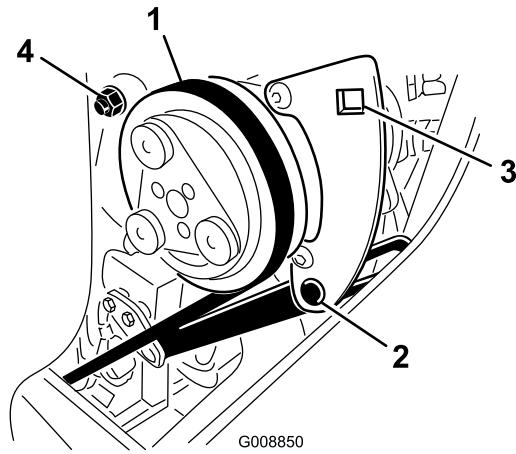

Figura 75
1. Afloje el perno de pivote y el perno de ajuste del compresor (Figura 75).
2. Introduzca una llave dinamométrica en el taladro cuadrado del soporte del compresor (Figura 75).